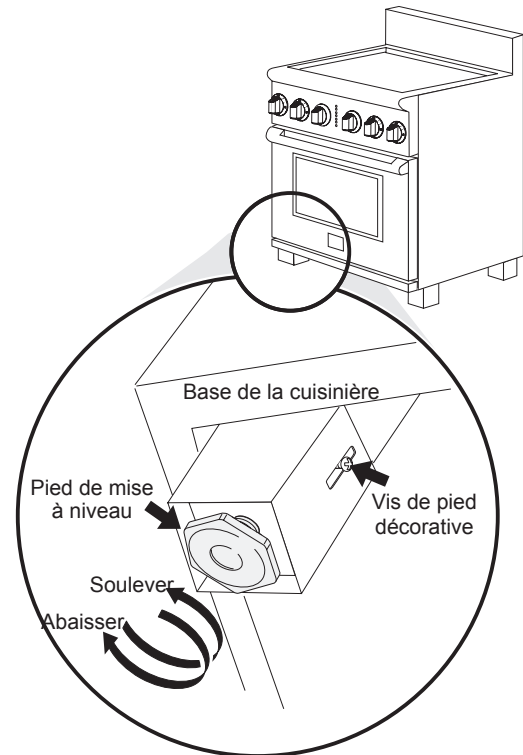

Figure 22 : Réglage de la hauteur de l'électroménager
3. Mettre la cuisinière de niveau en ajustant les 4 pieds réglables avec une clé (Figure 22).